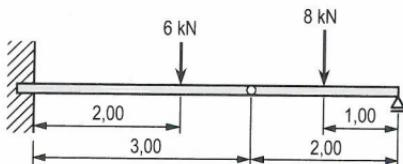

Bild 9.28: Gelenkträger
10. Gelenkträger mit Einzellasten (**Bild 9.28**).